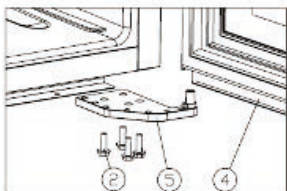

Figure 2
- Dévissez les vis M5*16 ②, démontez la charnière inférieure droite ③.[Figure 2]